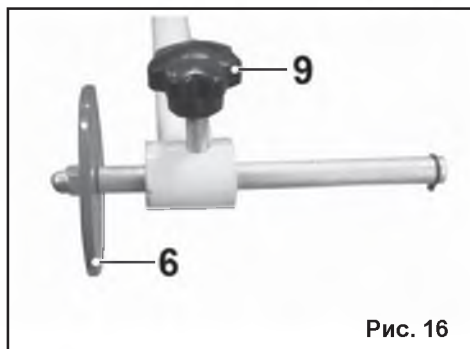

Рис. 16
8.4. Регулировка диска указателя (Рис. 16).